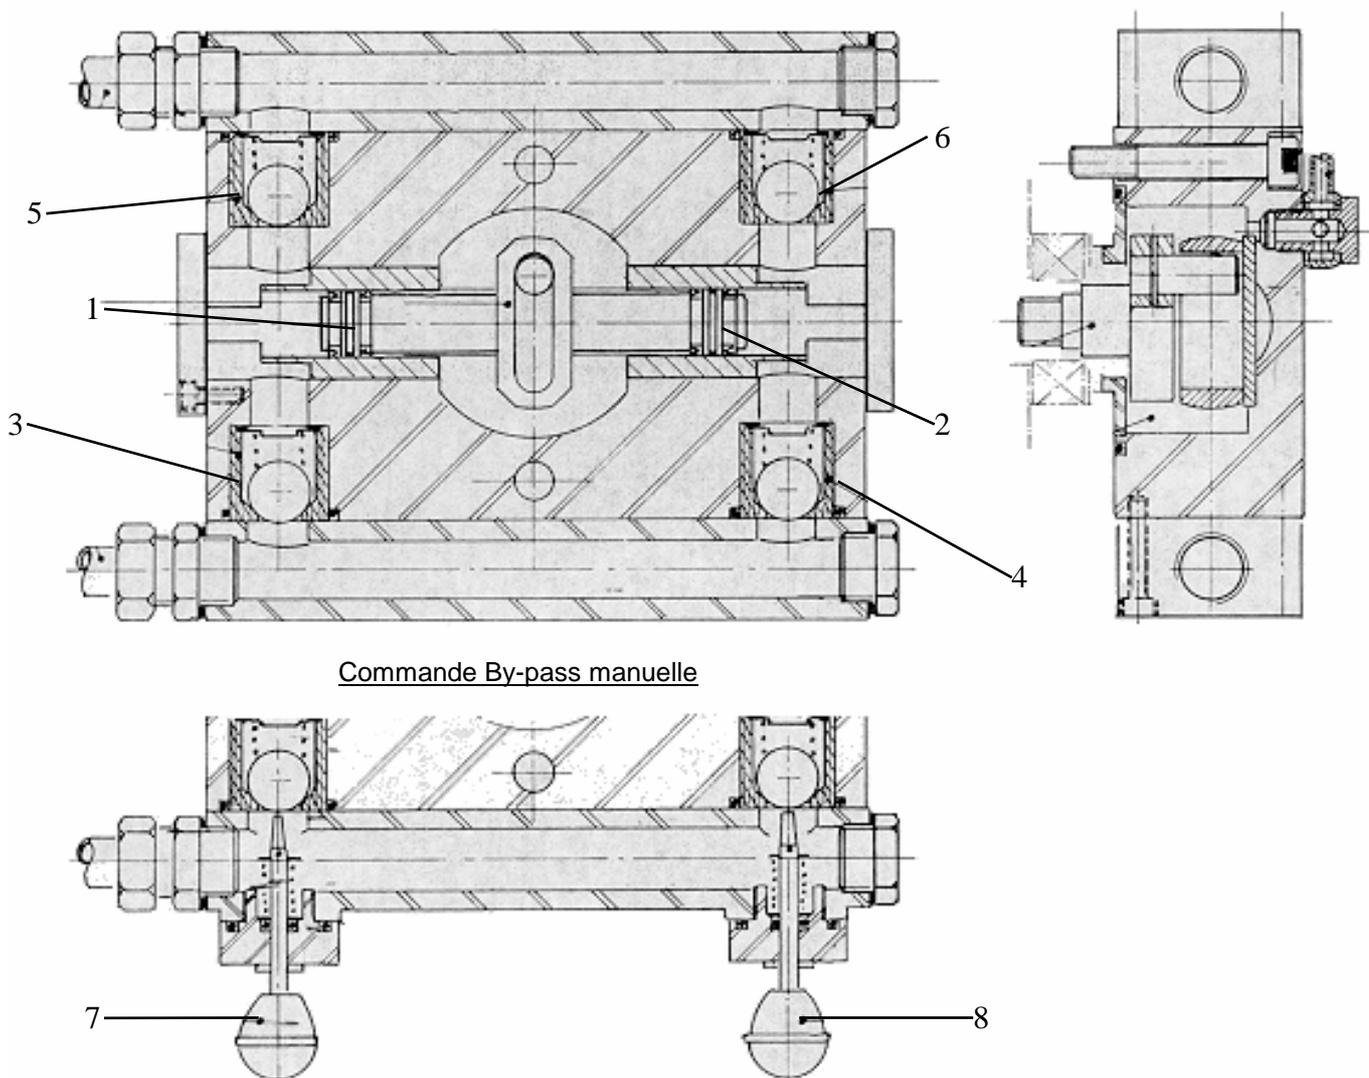

Figure 1
Le mécanisme se compose de deux pompes alternatives à pistons (figure 1) commandées par un même vilebrequin agissant sur un coulisseau, ce vilebrequin étant fixé sur l'axe du rotor du mesureur. Chacune des pompes ayant un circuit hydraulique propre, on peut injecter deux sortes d'additifs : soit alternativement, soit simultanément. Une commande permet de mettre en service (ou hors service) l'une ou l'autre pompe (ou les deux). Cette commande peut être assurée mécaniquement par des poussoirs ou à distance par des électropilotes.
Pendant un demi-tour du vilebrequin, (et donc du rotor et du mesureur) le piston (1) (Figure 1) se déplace vers la droite. L'additif est aspiré par le clapet (3) car le clapet (5) est maintenu fermé par l'action conjuguée de son ressort et de la pression régnant dans la tubulure du compteur.